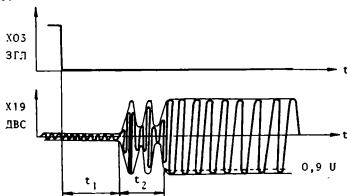
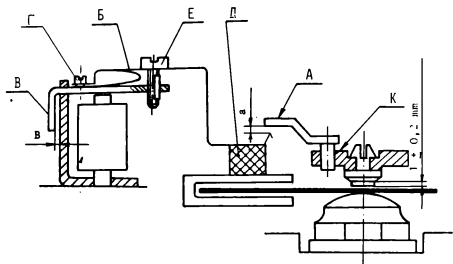
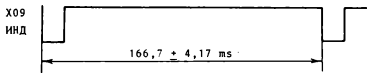

Рис. 1
Рис. 5
Рис. 6
7.2.4. С тестера вручную включается и выключается сигнал для загрузки головки. Одновременно с этим на осциллографе отчитывается промежуток времени от отрицательного фронта сигнала с X03 до момента, в который амплитуда воспроизведенного сигнала /X19/ превысит 90% установившейся величины. Этот промежуток должен быть согласно /рис.1/.
7.2.5. При необходимости переменить время t_1 /рис. 1/, настройка делается при перемене расстояния "в" через сгибание пальца В на якоре электромагнита. Когда желаем устранить или уменьшить колебания в зоне t_2 /рис.1/, увеличиваем расстояние "а" при помощи винта Е /рис. 5/ или пальца А. После перемещения палец А обязательно должен быть заклеен каплей секундного клея в зоне К.
Расстояние "а" не должно много увеличиваться, т.к. увеличиться время t_2 /рис. 1/.
При регулировании необходимо наблюдать сигнал ИНДЕКС при развертке 20 мс/дел. и 2 В/дел. Тестером подается команда "ЗАГРУЗКА ГОЛОВКИ", при этом электромагнит прижимает мягкую подушку Д /рис. 5/ к ГМД. При помощи винта с пластмассовой шпонкой Е прижим усиливается и ослабляется и следится на осциллографе чтобы расстояние между двумя индексами не начало увеличиваться /см. Рис. 6/. Прижим мягкой подушки может изменяться в широких границах не отражаясь на скорости вращения, что позволяет использовать винт Е при настройке расстояния "а" /рис. 5/ согласно пункта 7.